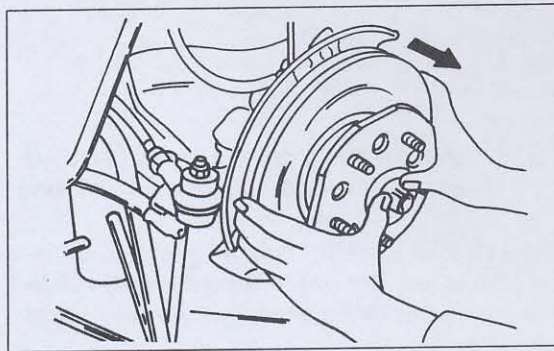

Bild 243
- Den Splint (4) herausziehen und die Nabenmutter (5) abschrauben. Die Anlaufscheibe (7) vom Ende des Achsstumpfes abnehmen. Falls die Scheibe auf dem Ende des Lagers verklemmt ist, kann man die Nabe erfassen und hin- und herwackeln. Dabei können Scheibe und das Lager herausfallen. Darauf achten, dass sie nicht auf den Boden fallen können. Nabe und Bremscheibe erfassen, wie es Bild 243 zeigt und herunterziehen.